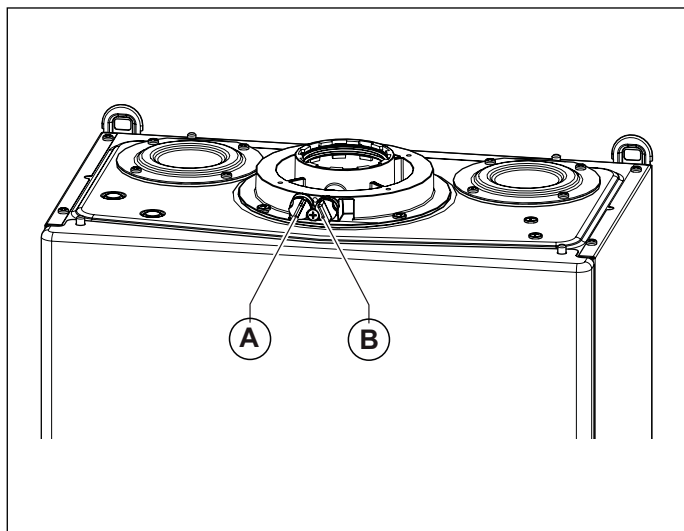
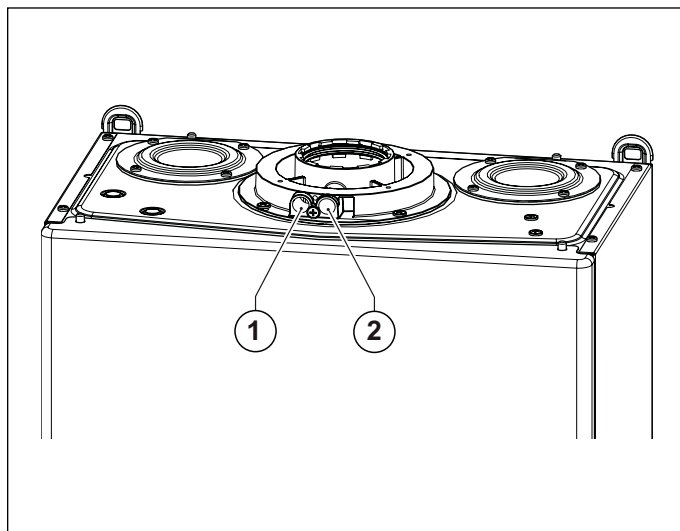

Fig. 17 Posizione tappi
Fig. 18 Posizione fori
La caldaia è provvista di una torretta per il collegamento della tubazioni di aspirazioni aria/scarico fumi (vedi Fig. 17 Posizione tappi e Fig. 18 Posizione fori).
Nella torretta sono stati predisposti dei fori per l'accesso diretto all'aria comburente ed allo scarico dei fumi (vedi Fig. 18 Posizione fori).
Prima di effettuare le misurazioni togliere i tappi **A** e **B** dai fori predisposti sulla torretta (vedi Fig. 17 Posizione tappi).
- misura dell'aria comburente prelevata nell'apposito foro **1** (vedi Fig. 18 Posizione fori).
- misura della temperatura fumi e della CO₂ prelevata nell' apposito foro **2** (vedi Fig. 18 Posizione fori).